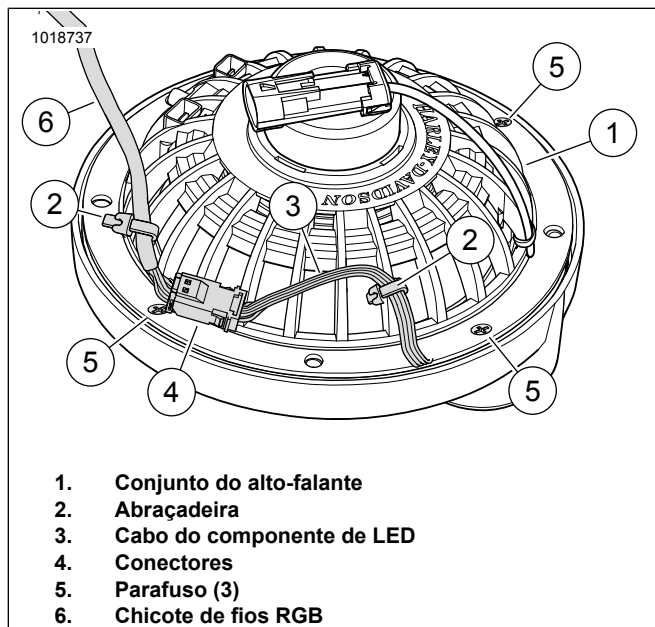

Figura 21. Parte traseira do alto-falante, cabo e abraçadeira
8. Passe o cabo (4) pela perna da ponte do tweeter. Usando a fita adesiva fornecida no kit, corte no comprimento e fixe o cabo na parte de trás da ponte do tweeter.
9. Veja a figura 21. Monte o conjunto do tweeter (4) e do alto-falante (1). Alinhe os furos para os parafusos (5).
- a. Junte os conectores (4) do componente de LED (3) no chicote de fios RGB (6).
- b. Oriente o cabo do componente de LED (3) pela parte de trás do alto-falante (1) conforme mostrado. Para estabilizar os conectores (4), fixe o cabo do componente de LED (3) e o chicote de fios RGB (6) com as abraçadeiras (2) conforme mostrado.